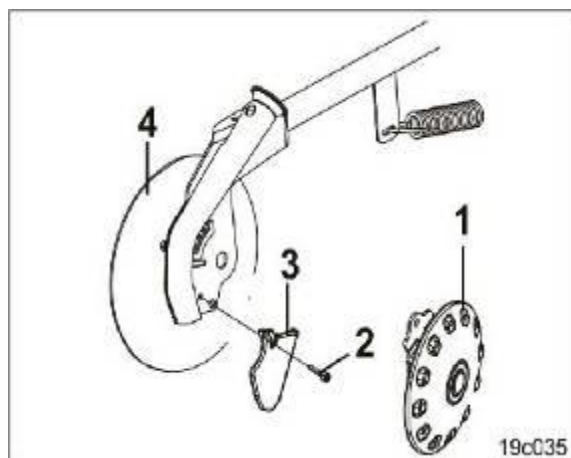

Рис.97
1.Снимите пластиковый диск (Рис. 97/1) (см. гл. "Регулировка пластиковых дисков).
2. Открутите винт с цилиндрической головкой (Рис. 97/2) (момент затяжки винта 30-35 Нм).
3. Замените изношенный наконечник (Рис. 97/3) и установите новый в обратной последовательности.